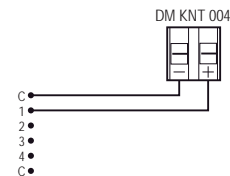

Fig. 5
- Fig. 5: Motion detector connection (DM KNT 004)
- Fig. 5: Conexión de detector de movimiento (DM KNT 004)